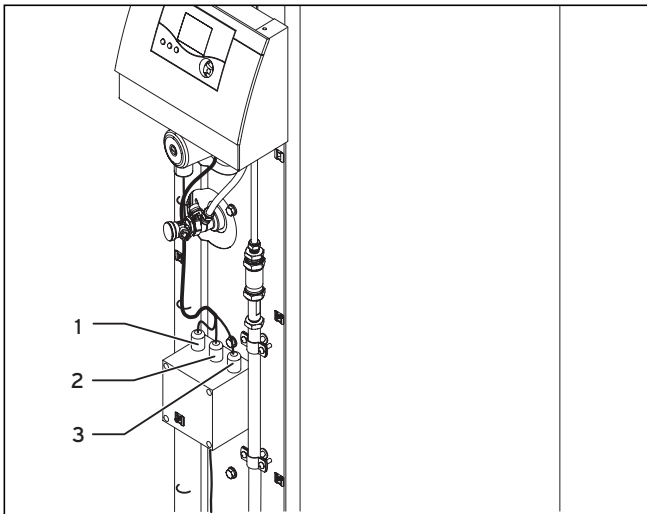

Bild 5.7 Dragning av el-ledningar
- Drag ledningen (1) från den vänstra kabelgenomföringen (se bild 5.7) till regulatorn och koppla ihop ProE-kontakten med nätanslutningen på 230 V på kretskortet.
- Drag ledningen (3) från den högra kabelgenomföringen (se bild 5.7) till regulatorn och koppla ihop ProE-kontakten med EP-anslutningen på kretskortet.
- Drag ledningen (2, se bild 5.7) från den mellersta kabelgenomföringen till el-värmestaven.
- För ledningsändan genom PG-förskruvningen till skyddshättan (8).
- Skruva den övre muttern M5 från gängbulten i mitten av värmestavens anslutningssida och tag av tandbrickan (10).
- Sätt fast den gula/gröna skyddsledarens ringögla (7) och tandbrickan (10) på gängbultarna.
- Sätt fast den bruna L-ledningens flatkontakt (6) på den fria kontakten på säkerhetstemperaturbegränsaren STB 1 (4).
- Koppla ihop den blå N-ledningen (5) med den fria skruvanslutningen på värmestaven.
- Fäst skyddshättan (8) på värmestaven med två fästskruvar (9). Anslutningsledningen måste peka nedåt.